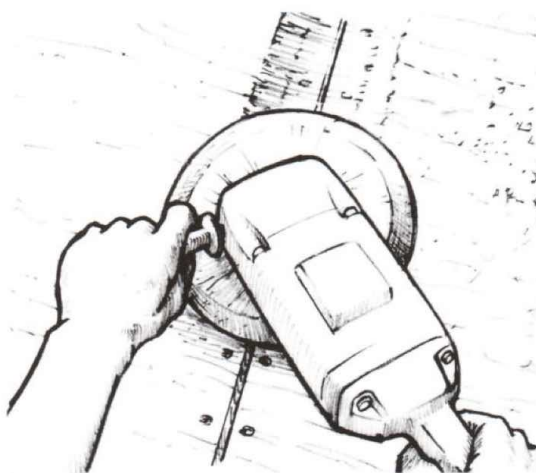

Рисунок 5-10 Сделайте небольшое углубление вдоль шва для укладки стеклоленты.
3. Шлифуйте участки шириной 100 – 125 мм вдоль шва с помощью эксцентриковой шлифовальной машинки, чтобы слой стеклоленты ложился ниже уровня поверхности. Делайте уступ глубиной примерно 0,75 мм для каждого слоя стеклоленты плотностью 175 г/м². Используйте шлифовальную машинку или стамеску, чтобы удалить оставшуюся повреждённую или гнилую фанеру вокруг стыка. На скулах используйте шлифовальную машинку с закруглённой головкой, чтобы немного скруглить угол. Радиус в 6-9 мм даст возможность поместить ленту плоско, без острых углов и выступов (*Рисунок 5-10*).